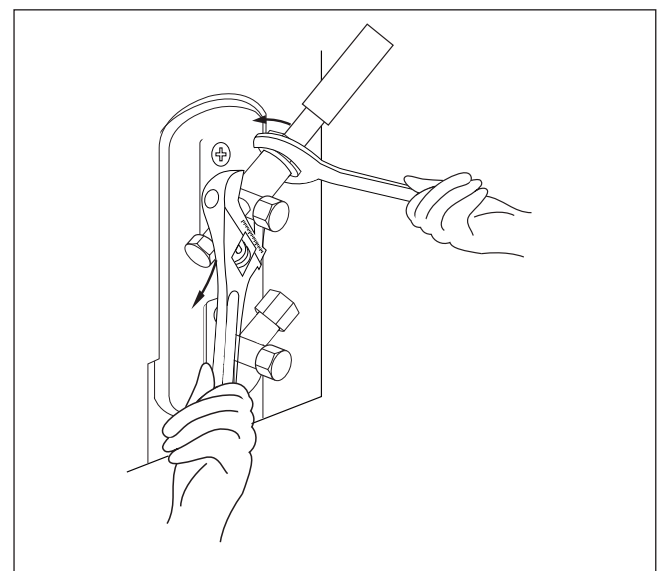

Fig. 36.
4. Avec une clé de serrage, saisir le corps de la vanne. Ne pas saisir l'écrou qui scelle la vanne d'isolement. (voir fig. 36)